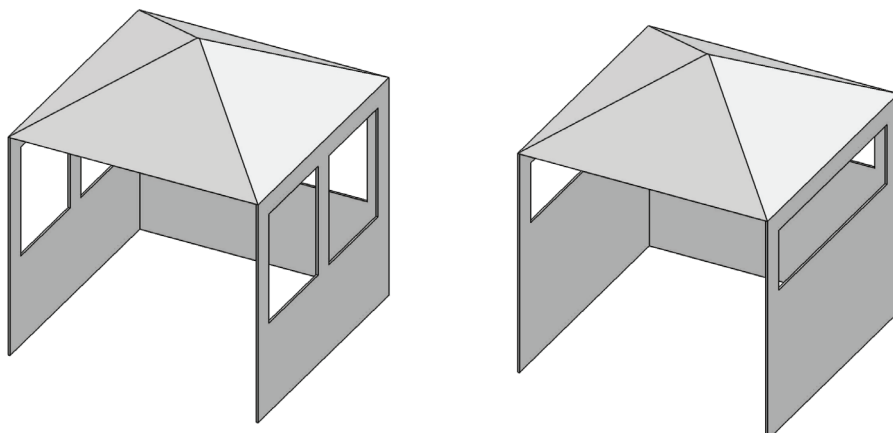

FIG. 3
L'installation à l'intérieur d'une enceinte partielle qui comprend un recouvrement sur les dessus et trois murs latéraux, dans la mesure où 30 pour cent plus de la périphérie horizontale de l'enceinte est ouverte en permanence (FIG. 3).
3. Fixez les 3 écrous (Type 1) et les 3 rondelles (Type 3) à l'arrière des boulons (FIG. 3).